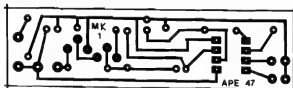

Fig. 2
- FIG. 2 - LAY OUT DO CIRCUITO IMPRESSO ESPECÍFICO (MK1) - Simples e... pequeno! Até uma tirinha de fenolite virgem, que esteja sobrando af pela sucata do Hobbyista, poderá ser aproveitada (são apenas 2 centímetros na largura!). A figura está em tamanho natural, e portanto pode ser copiada diretamente... Recomendamos todos os "tradicionais" cuidados e "macetes" na confecção, conferência e preparação final da plaquinha, que não deverá oferecer qualquer dificuldade ao Leitor, mesmo iniciante...